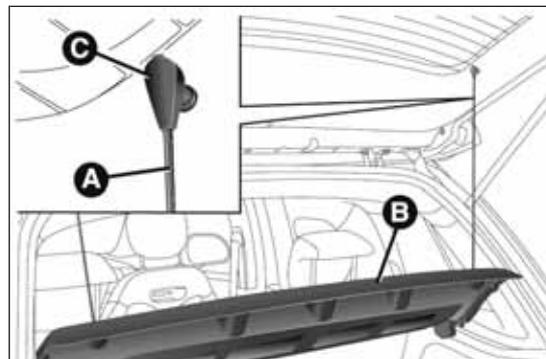

fig. 84
- liberar los extremos de las dos varillas A fig. 84 de sujeción de la bandeja B sacando los ojales C de los pernos de sujeción;